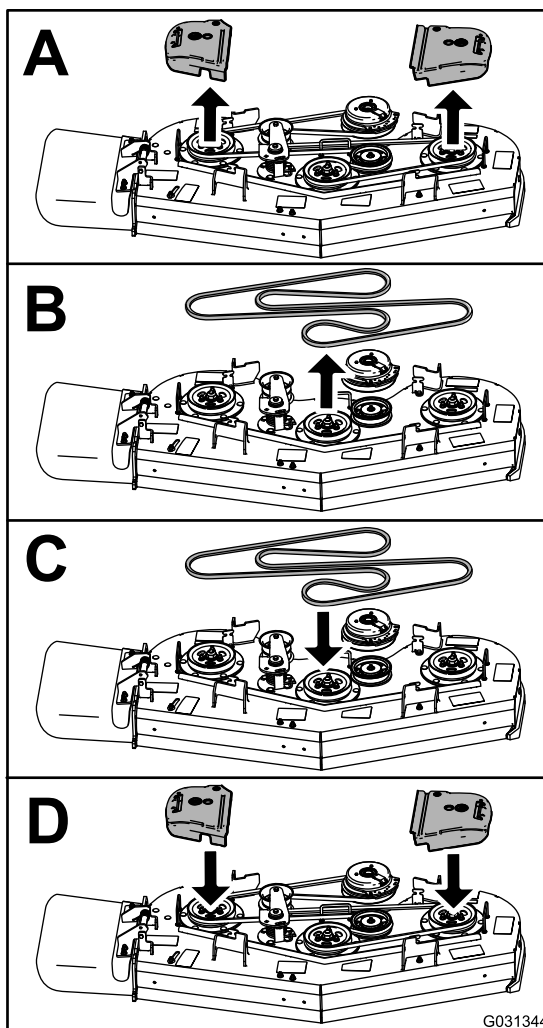

Figure 65
4. Remplacez la courroie comme montré à la Figure 65.